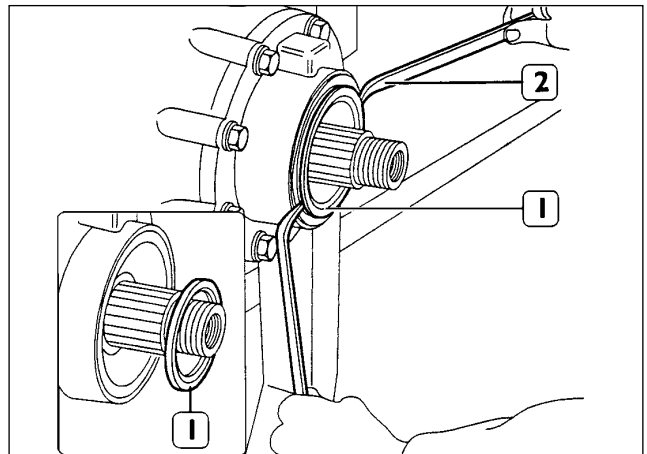

Fig. 65
6. Mediante dos palancas (2) desenfundar el anillo interior (1). (Fig. 65)